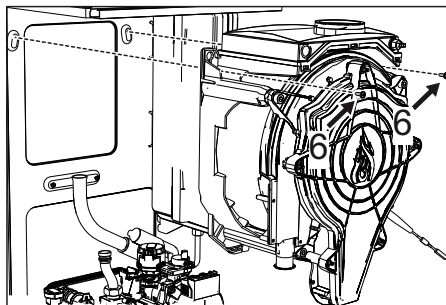

fig. 49
- Scoateți cele 2 șuruburi **de sus** "6" care fixează schimbătorul de căldură de șasiu (fig. 49)